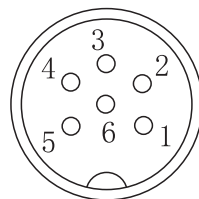

图6 输出接线图
- (1) 采用低频脉冲发生器从流量计机械计数器输出干簧管reed开关信号；
- (2) 用途：用于流量计的检定，或输出到修正仪上显示标准流量值；
- (3) 连接：6芯航空插头，接线如图6。